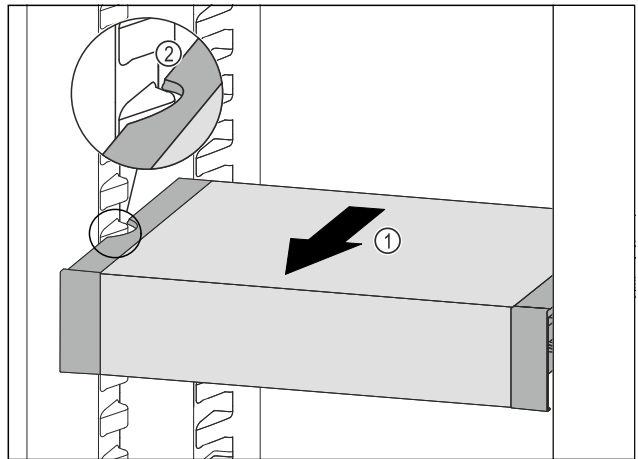

Fig. 72
- ▶ Tirare VarioSafe in avanti Fig. 72 (1) fino a quando le cavità laterali di VarioSafe non si trovano al livello della nervatura del contenitore nel vano frigorifero. Fig. 72 (2)